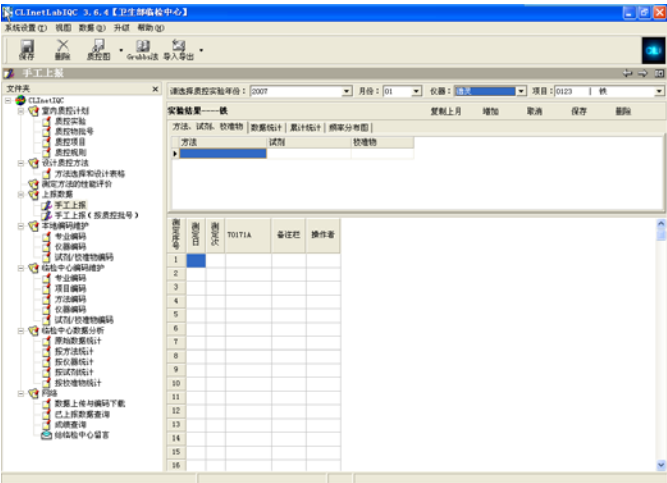

图 3-7-01 手工上报主界面
(1) 点击树型导航栏中的【手工上报】，在主页面中选定质控专业、质控年份、月份、仪器、项目后，就会根据你在“质控计划”里的设置，生成一张空白报表，如图 3-7-01 所示，